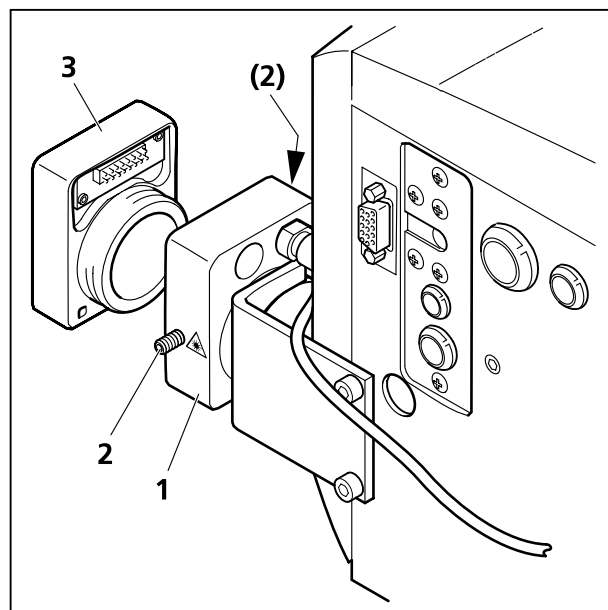

Fig. 1-19 Caperuza de protección del láser para el puerto del LSM BiG
- Aproxime la caperuza de protección del láser (Fig. 1-19/3) al puerto (Fig. 1-19/1) y apriete los dos tornillos de sujeción (Fig. 1-19/2).